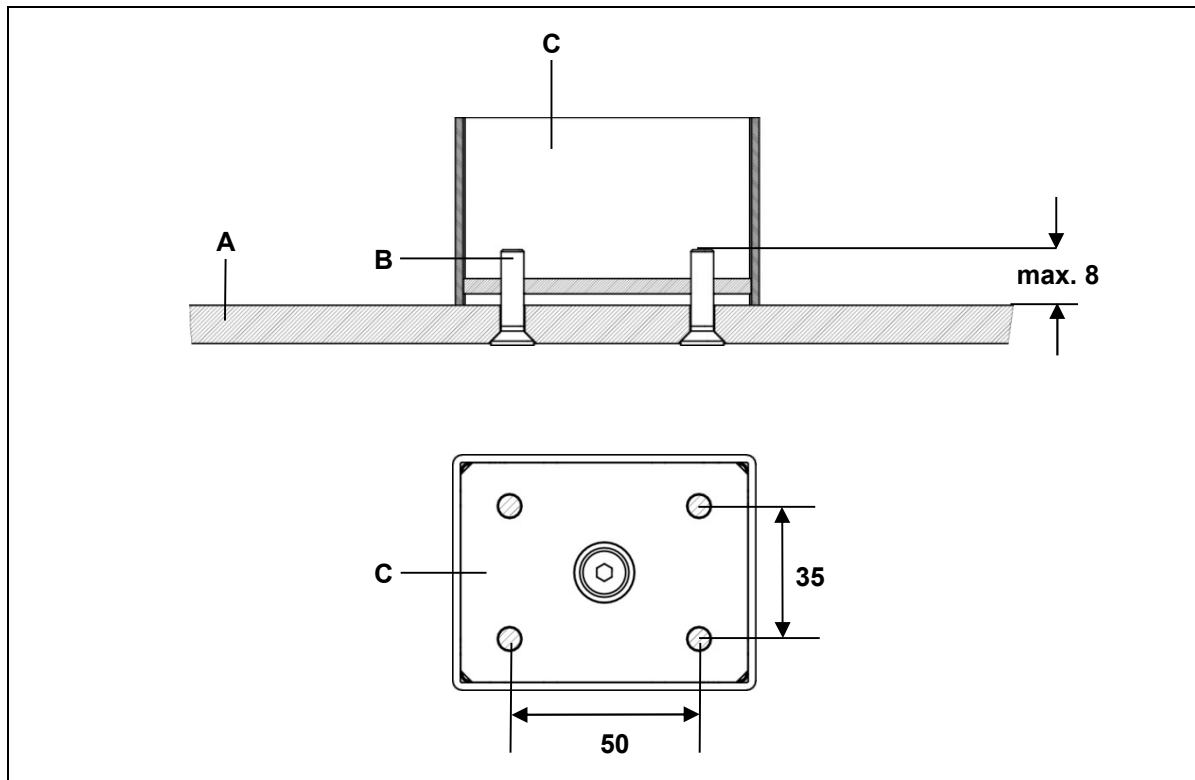
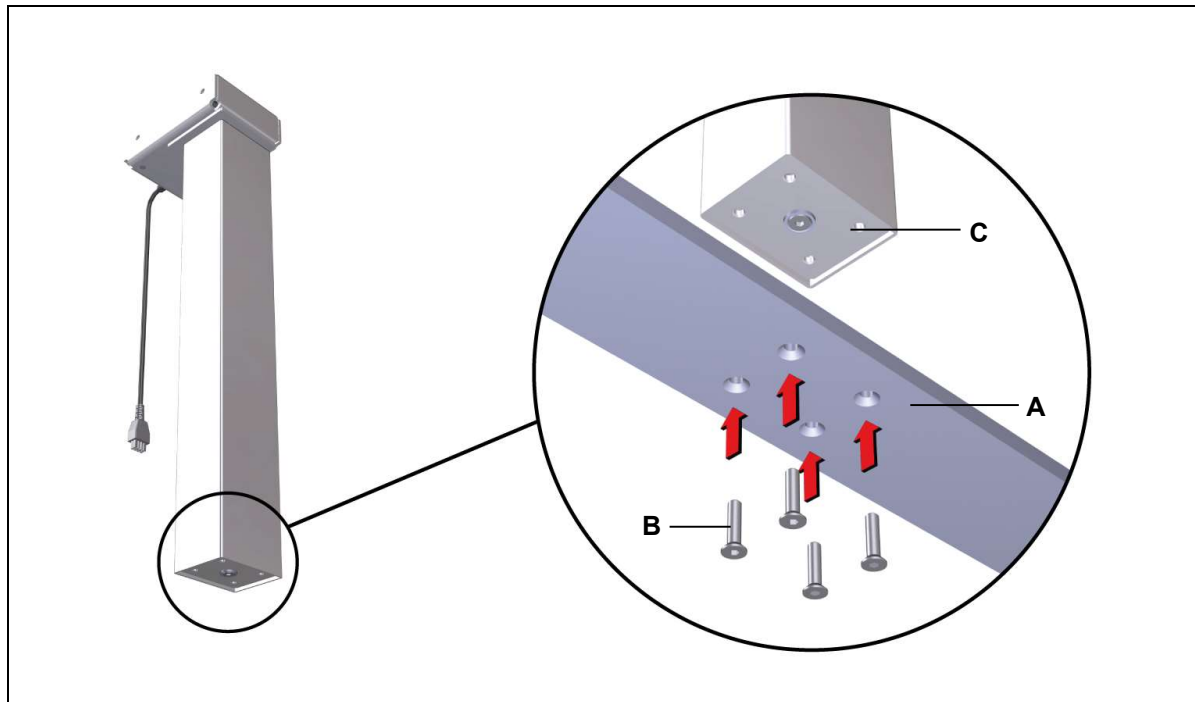

Abbildung 12 Montage Tischfuß (Variante D) (Angaben in mm)
Abbildung 13 Beispiel: Montage Tischfuß (Variante D)
- Verwenden Sie Senkkopfschrauben M6 (Festigkeitsklasse 8.8), wie in Abbildung 12 gezeigt. Das Anzugsdrehmoment darf maximal 10 Nm betragen.
- 1 Schrauben Sie den Tischfuß mit vier Schrauben an das Fußende der Hubsäulen DD11S / DD21S, wie in Abbildung 13 gezeigt (maximales Anzugsdrehmoment 10 Nm). Die Montagemaße entnehmen Sie Abbildung 12.